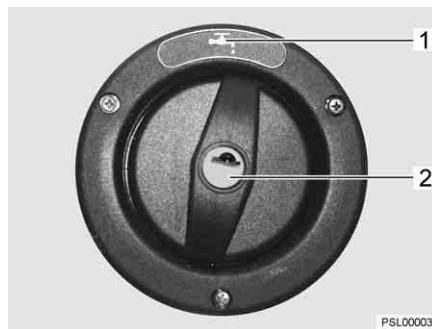

Bild 52 Lock för påfyllningsöppningen för dricksvatten
- ▷ Påfyllningsöppningen för dricksvatten är märkt med symbolen "☕" (Bild 52,1).
- Stick in nyckeln i låscylindern (Bild 52,2) och vrid moturs.